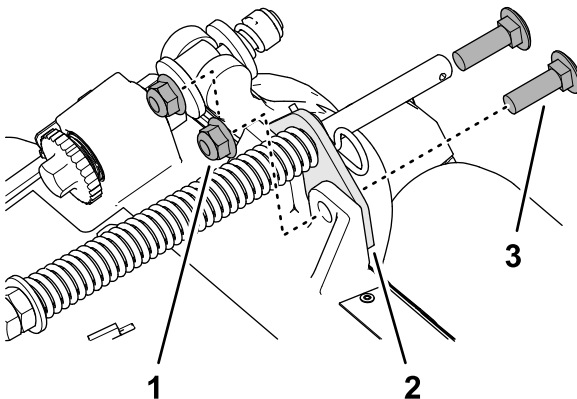

Figura 18
2. Remova as duas contraporcas flangeadas ($\frac{3}{8}$ pol.) e os dois parafusos franceses ($\frac{3}{8}$ x $1\frac{1}{4}$ pol.) que fixam o suporte de compensação do gramado à estrutura da unidade de corte (Figura 18).